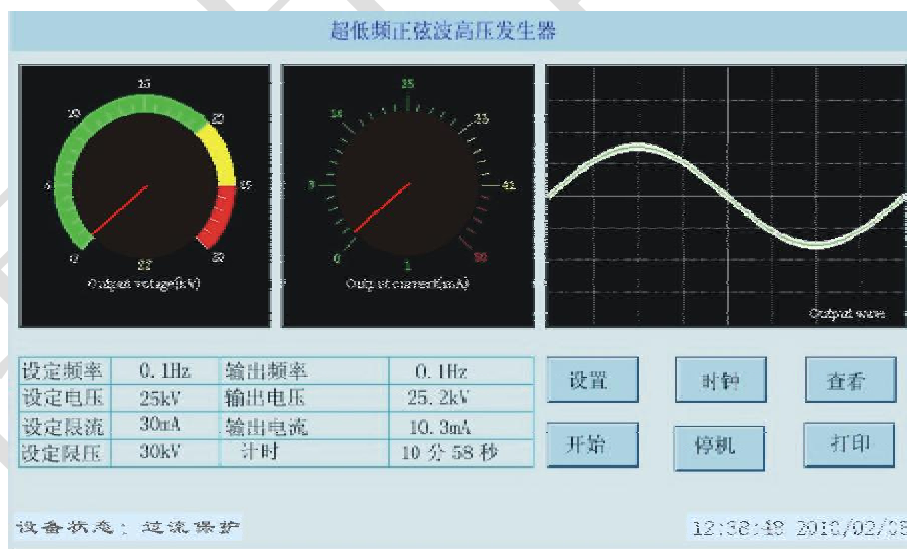
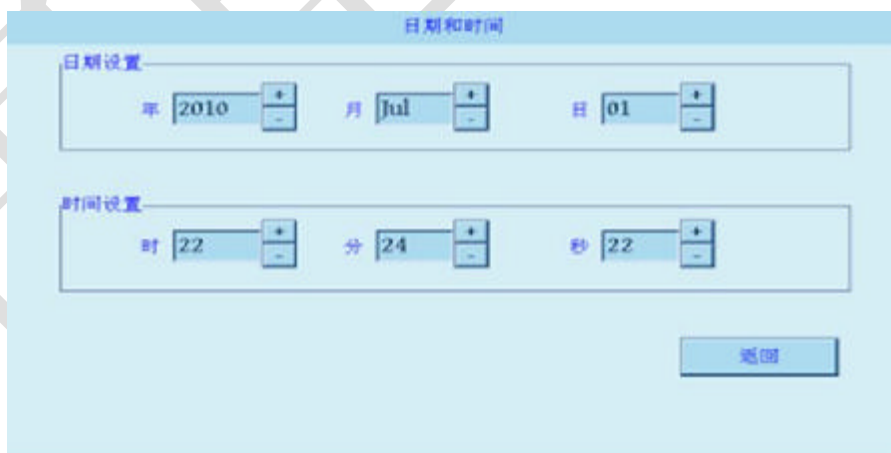

图 14 控制器提示过流保护
图 16 日期和时间设置界面
当在试验的过程中，输出电流超过设定限值，仪器起动停机指令后，自动切断输出，再执行数据历史保存，停机后如图 14 所示，状态栏中提示信息：“过流保护”并执行数据历史保存。
点击图 14 的“打印”键，可将显示器上的本次数据打印成试验报告。在查看历史数据状态下，点击“打印”键，可打印屏幕上当前显示的历史数
凡是通过了定时停机、点击“停机”键进行的停机、过压保护停机、以及过流保护停机的数据仪器自动将其保存为历史数据。最多能保存 64 次测量的数据,64 次以前的将自动删除。点击图 14 中的“查看”键,可出现图 15 界面,查看最近 64 次试验的历史数据。
点击图 14 中的“时钟”按键,可出现图 16 的设置界面,用于设置系统的日期和时间。
2、接线方法：试验时应分相进行，给被试相加压，非被试相短接接地。试验接线如图 14 所示。